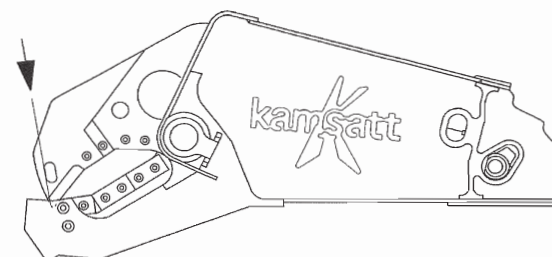

図 4-8 カッター（刃物）の隙間測定姿勢
- ①本体を図 4-8 の姿勢にしてアーム全開状態（シリンダー伸長）でP視の測定をする。
- ②アーム先端接触位置状態（シリンダー中間ストローク）でQ視の測定をする。